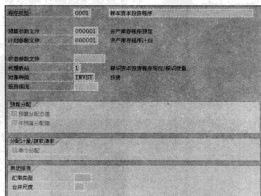

图 9-10 “程序类型明细”界面
STEP 2 双击右边的程序类型, 弹出“程序类型明细”界面, 如图 9-10 所示。在此界面中, 可以针对程序类型描述、参数文件、对象种类等信息进行配置。